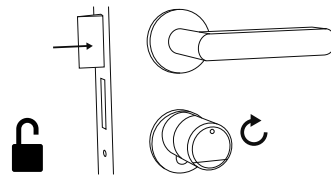
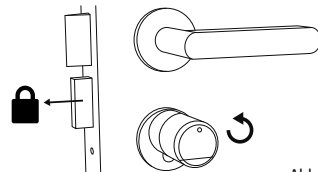

Abb. 121
Abb. 122
- 3 Wenn der eingegebene Fingerprint korrekt ist, leuchtet das Zylinderstatus-Symbol (🔒) und die Tür kann aufgeschlossen (Abb. 121) oder abgeschlossen werden (Abb. 122).